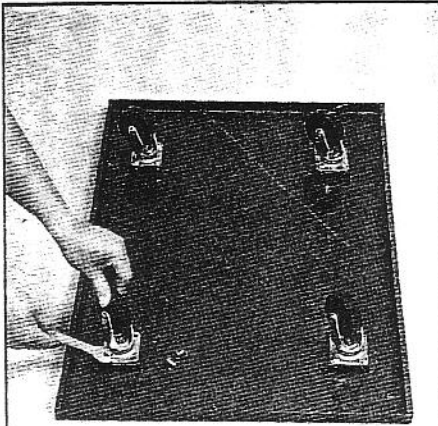

fig 4
◀ fig.4 Beginnen Sie mit dem Zusammenbau, indem Sie auf die Unterseite der Grundplatte (D) die Räder(B) montieren.